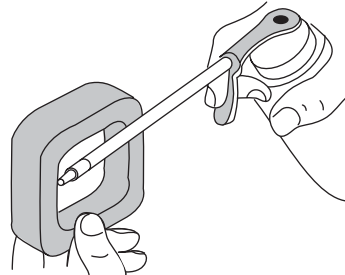

Fig. 34
4. Appliquez une quantité suffisante d'huile moteur propre SAE 30 pour enduire légèrement le filtre (Fig. 34).